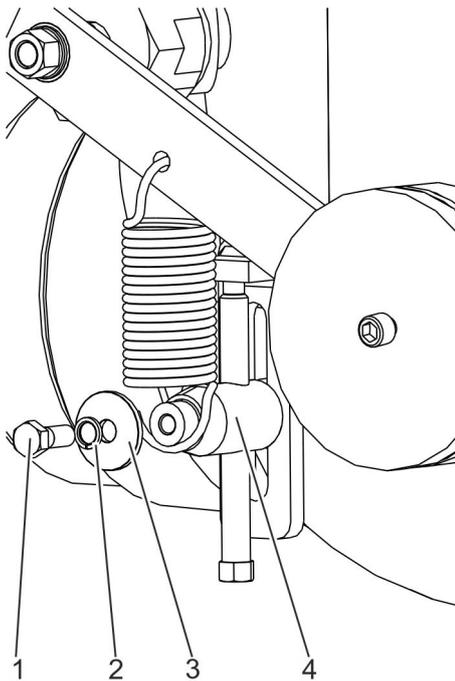

Abb. 39: Schraube entfernen
4. ➔ Schraube (Abb. 39/1) samt Sicherungsscheibe (Abb. 39/2) und Scheibe (Abb. 39/3) entfernen.
5. ➔ Feder vorsichtig vom Haltebolzen (Abb. 39/4) abziehen.